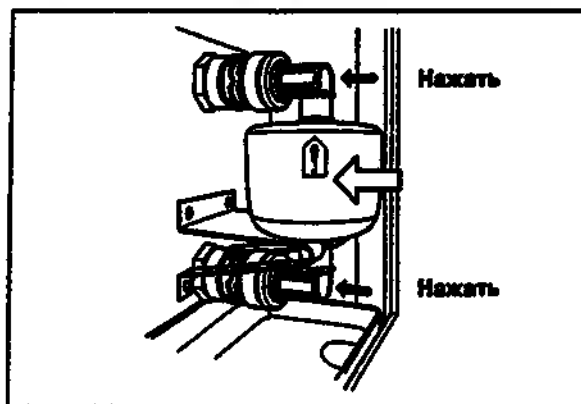

Рис. 4.25
3. Установите новый воздушный фильтр, присоедините оба коннектора таким образом, чтобы стрелка с надписью «FLOW» была направлена вверх (см. рис. 4.25).